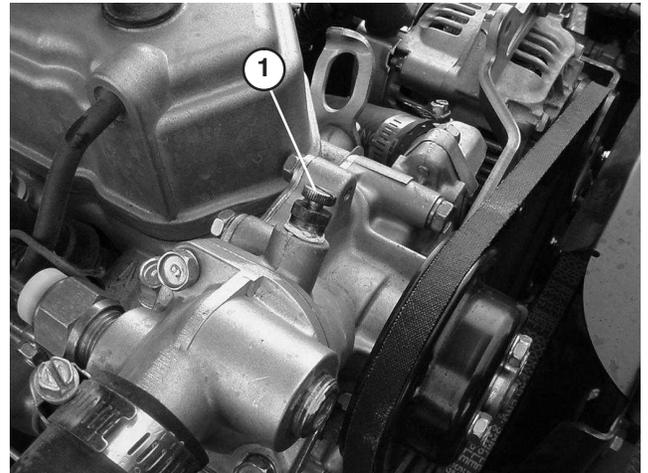

Bild 49
5. Öffnen Sie die Entlüftungsschraube oben an der Wasserpumpe (Bild 49).